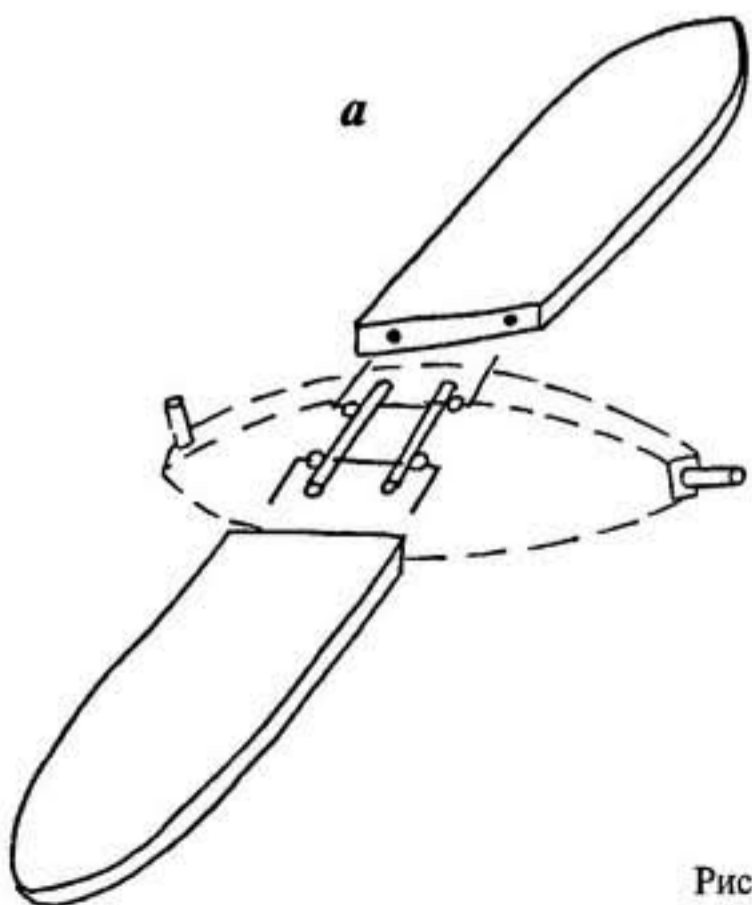

Рис. 237
4. Просверлите в торцах крыльев отверстия для проволоки диаметром меньше, чем диаметр проволоки, на 0,5 мм. Расстояние между отверстиями разметьте по расстоянию между концами проволоки (рис. 237, а).
5. Разметьте отверстия на пластях крыльев по шаблону и просверлите сверлом $\varnothing 2$ мм (рис. 237, б; стрелка на рисунке показывает направление полета). Важно это сделать очень точно, иначе нарушится баланс и птица не полетит.